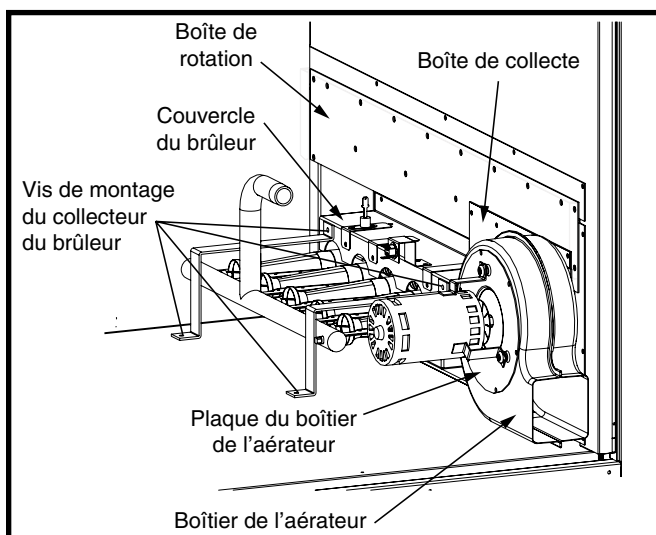

Figure 12. Démontage du brûleur
- Retirez les 6 vis qui fixent la plaque du boîtier de l'aérateur sur le boîtier de l'aérateur. Voyez la Figure 12 \(page 19\).